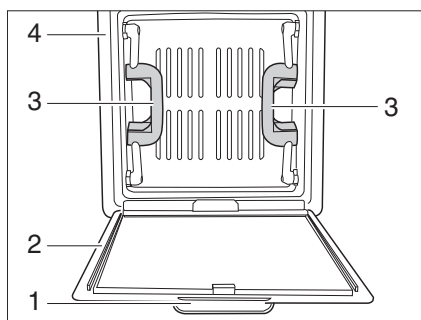

Fig. 63 Claraboya con cierre de resorte (variante 2)
- Empujar hacia abajo la protección contra insectos (Fig. 63,2) mediante el tirador (Fig. 63,1). La protección contra insectos se pliega hacia abajo.
- Presionar hacia arriba la claraboya mediante los dos tiradores (Fig. 63,3).
- Plegar hacia arriba la protección contra insectos y engatillarla en el marco (Fig. 63,4).
- Presionar con fuerza hacia abajo la claraboya mediante los dos tiradores (Fig. 63,3).